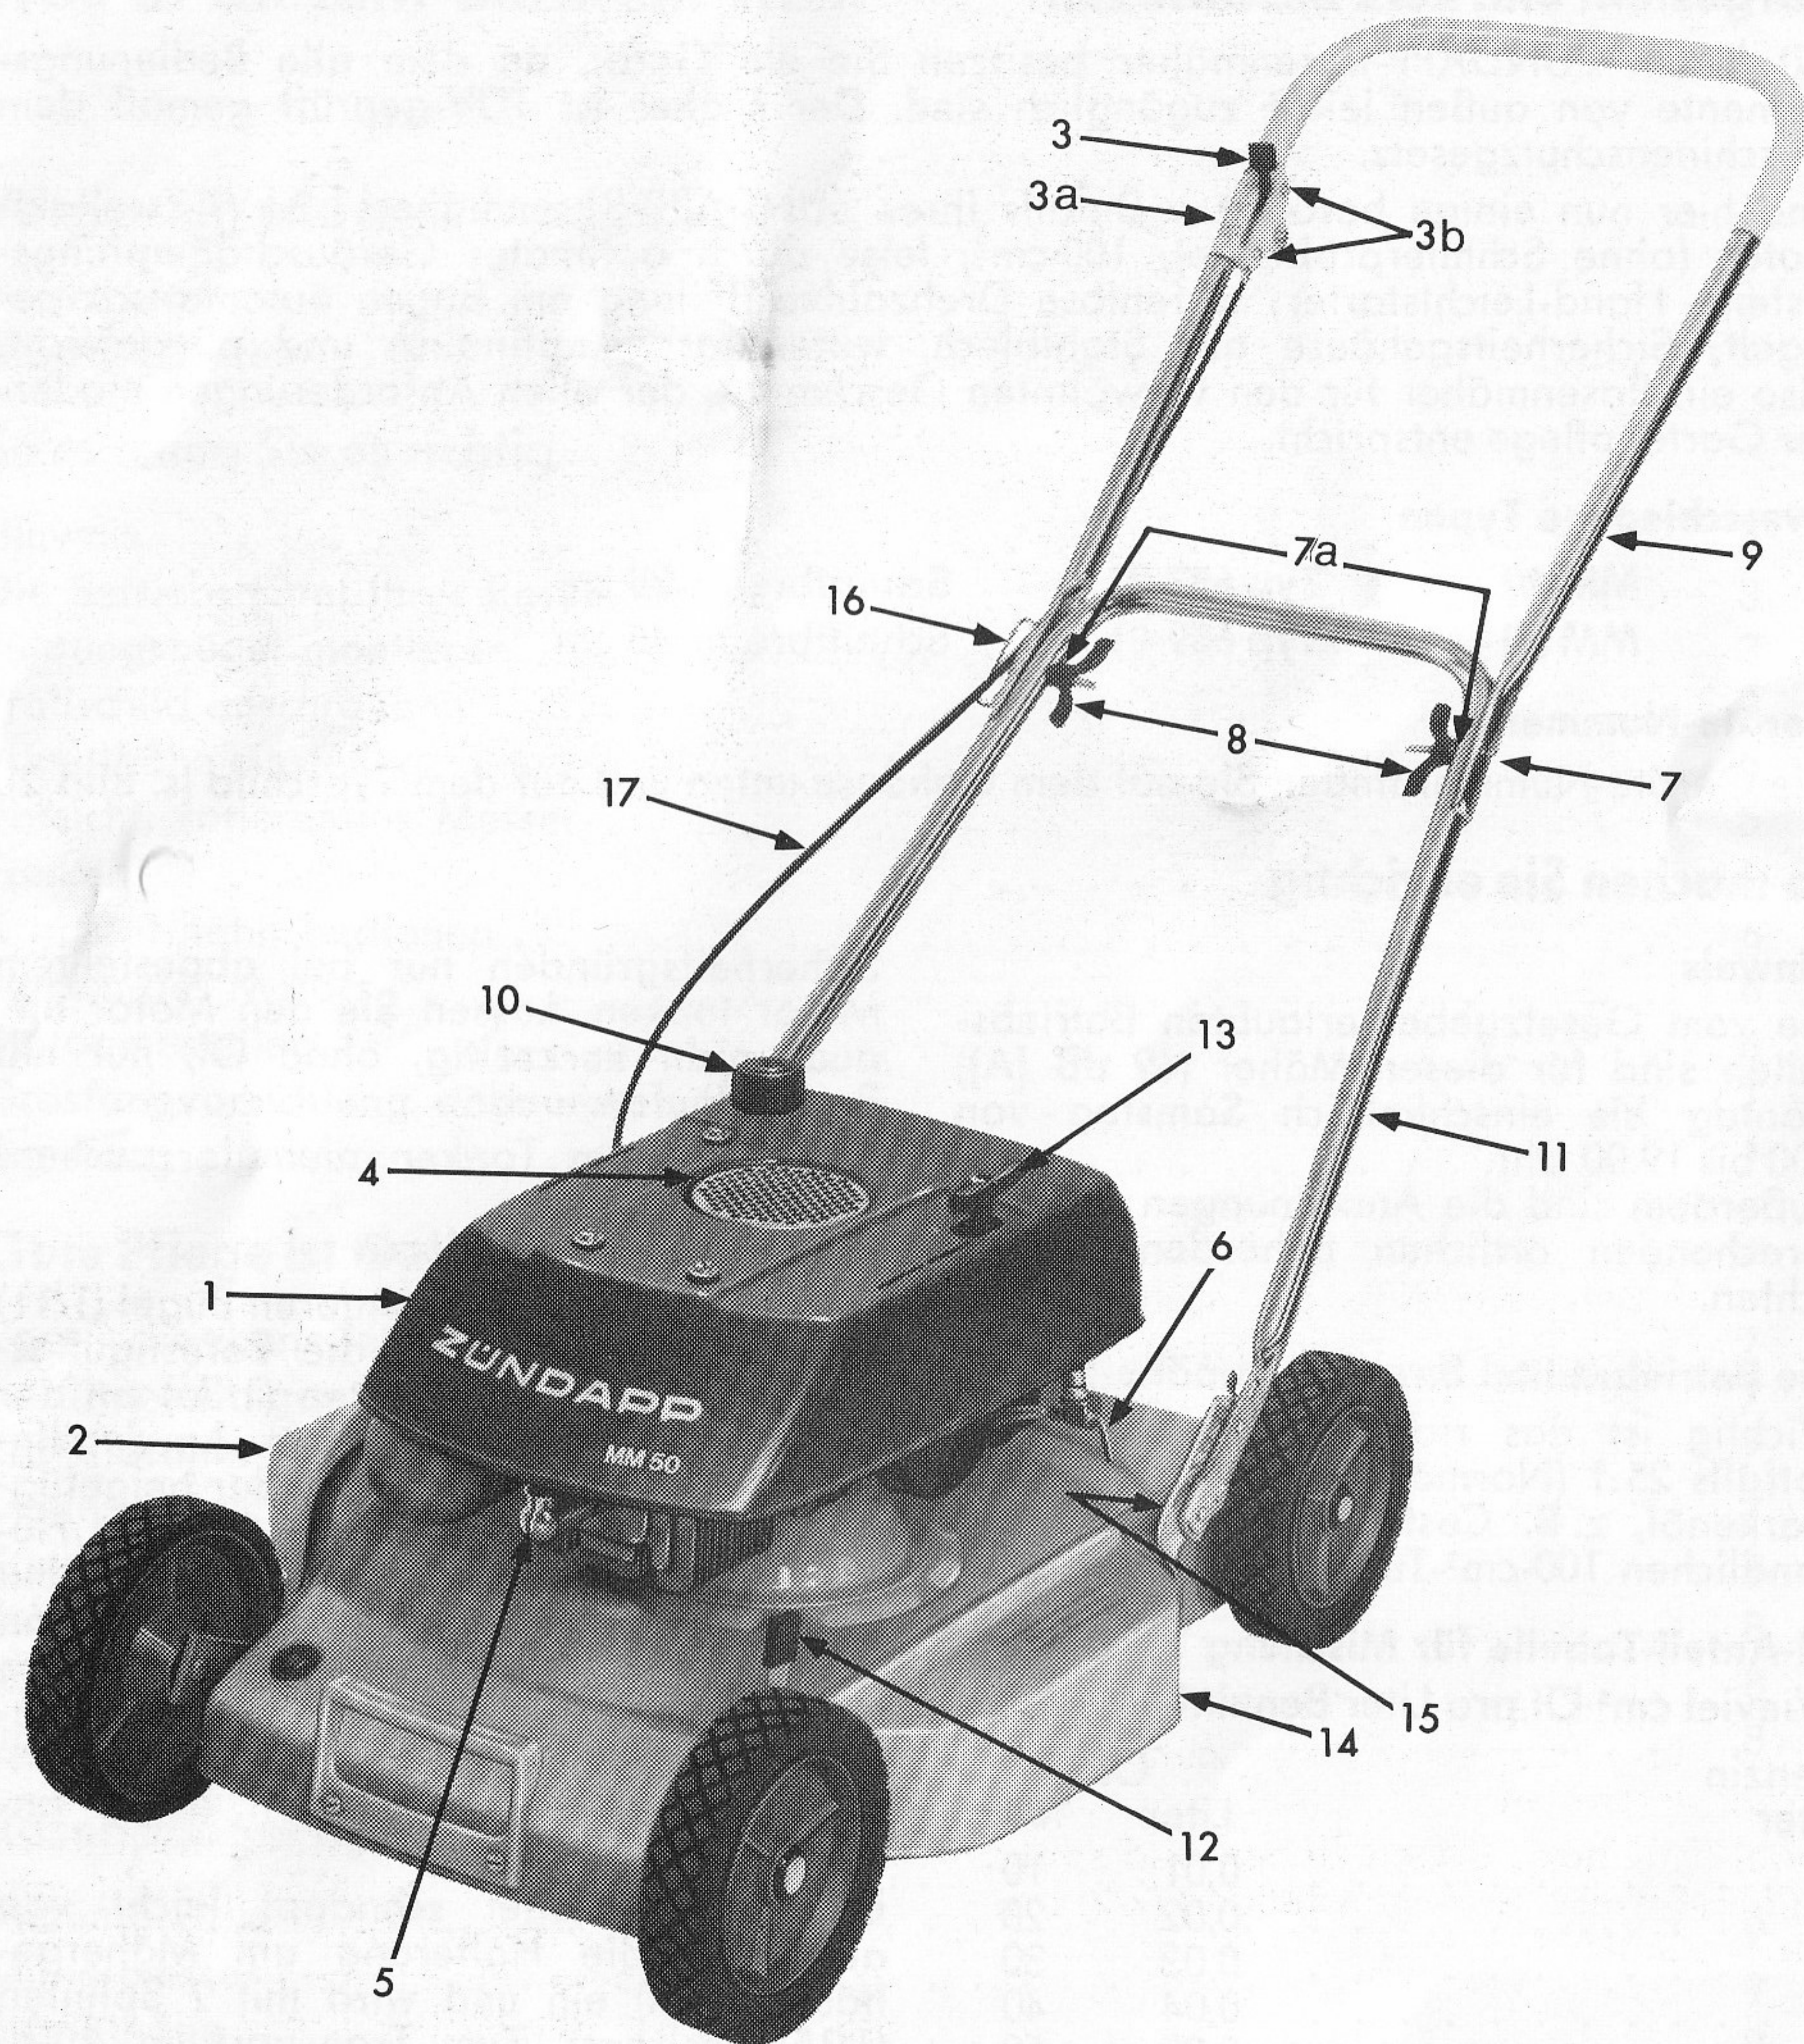

Bild 1
**Kraftstoffhahn bedienen** (s. Bild 1/6)